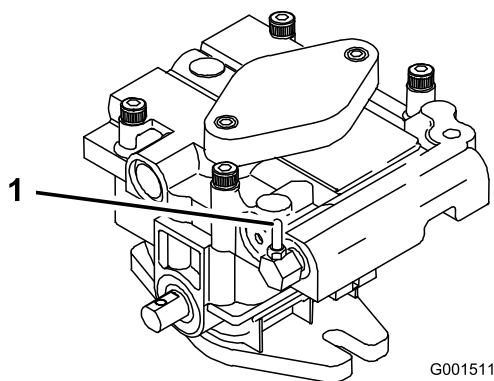

Figura 14
- Abra las válvulas de desvío girándolas 1 a 2 vueltas en sentido antihorario. Esto permite que el aceite hidráulico se desvíe alrededor de la bomba, dejando que las ruedas giren (Figura 14).